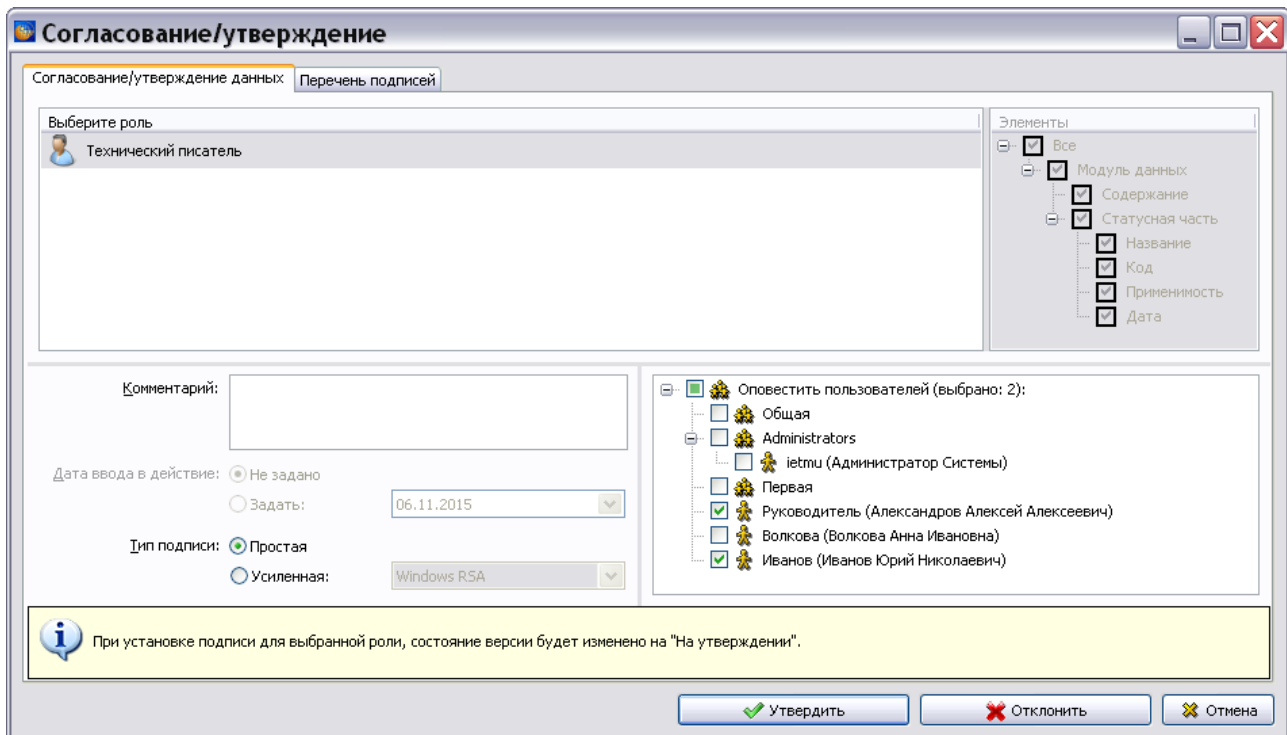

Рис. 19.11
1. Выделите версию МД и нажмите на кнопку **Утвердить** . После этого появится окно **Согласование/Утверждение** (Рис. 19.11).